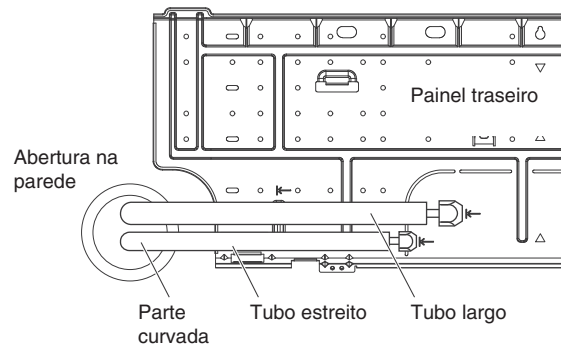

Fig. 3-28
- (1) Encaminhe a tubagem e o tubo de drenagem através da parede, permitindo um comprimento suficiente para a ligação. Em seguida, dobre a tubagem utilizando um aparelho de curvar tubos para instalar. (Fig. 3-28)
- (2) Mude o tubo de drenagem e a tampa de drenagem.